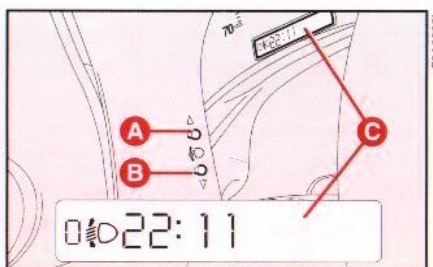

Abb. 139
- die Taste **B**, **Abb. 139** drücken und gedrückt halten, bis dass die Anhebung um eine Position erfolgt (z.B.: 0 → 1, 1 → 2, 2 → 3);